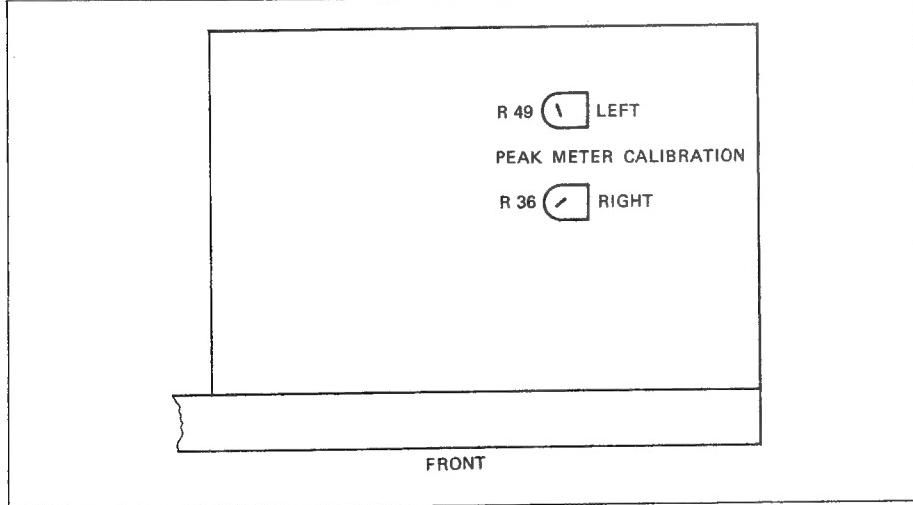

Fig. 5.2
- Trimmopotentiometer PEAK METER CALIBRATION (Fig. 5.2) für beide Kanäle so einstellen, dass die beiden Segmente links der Dolby-Marke (0 dB) gerade noch aufleuchten.
- Adjust trimmer potentiometer PEAK METER CALIBRATION (Fig. 5.2) of both channels in such a manner that the two segments to the left of the Dolby marker (0 dB) just light up.